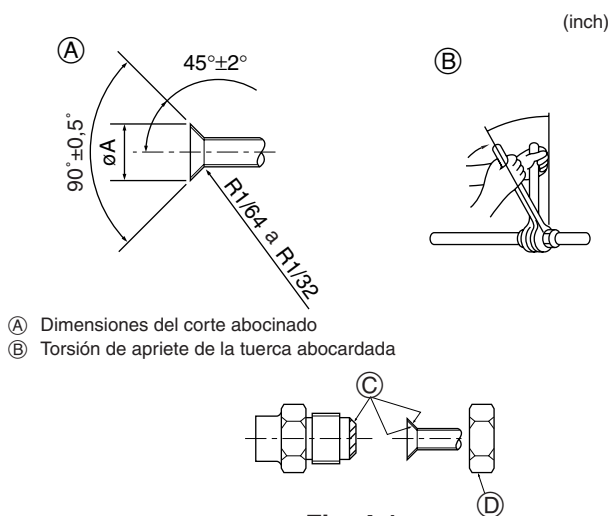

Fig. 4-1
4.2. Tubos de conexión (Fig. 4-1)
- Aplique una capa delgada de aceite refrigerante a la superficie tubo y de la junta de asiento antes de apretar la tuerca de abocardado. (A)
- Utilice dos llaves de apriete para apretar las conexiones de los tubos. (B)
- Aplique aceite refrigerante para máquinas en toda la superficie abocinada. (C)
- Utilice las tuercas abocardadas para el siguiente tamaño de tubería. (D)
(A) (Fig. 4-1)
(B) (Fig. 4-1)